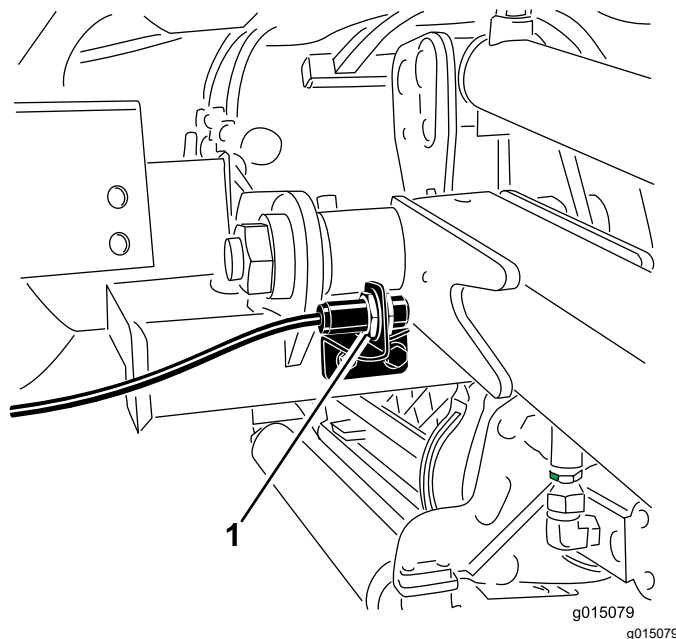

Figura 61
2. El interruptor del brazo de elevación está situado detrás del brazo de elevación delantero derecho (Figura 61).
3. Afloje los tornillos de montaje del interruptor (Figura 61) y mueva el interruptor hacia arriba para aumentar la altura de giro del brazo de elevación, o hacia abajo para reducir la altura de giro del brazo de elevación.